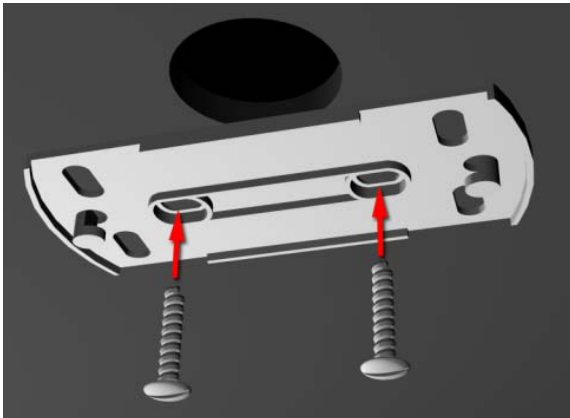

Figura 1: fijación de la pieza de anclaje al techo/pared.
- ✓ Atornillar la pieza de anclaje al techo o pared, según el modelo, por sus dos agujeros centrales como se indica en la figura 1.